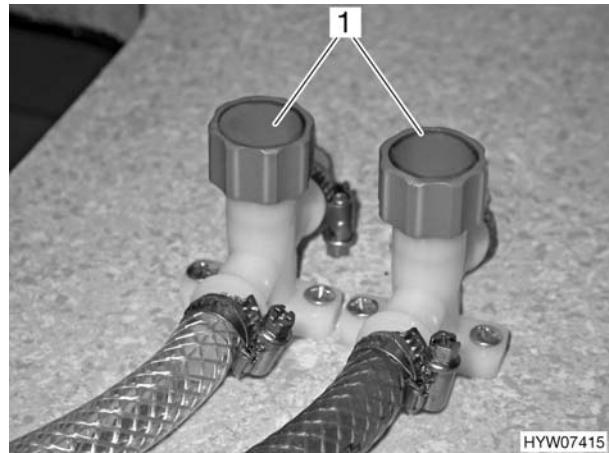

Fig. 179 Rubinetti di scarico sui modelli senza doppio fondo
- Chiudere i rubinetti di scarico: ruotare completamente i cappellotti dei rubinetti (Fig. 179,1 oppure Fig. 180,1) in senso orario. L'ubicazione dei rubinetti di scarico è riportata nella tabella delle "Posizione dei rubinetti di scarico" alla fine del presente capitolo.
- Girare in senso antiorario i cappelletti delle valvole (Fig. 179,1 o Fig. 180,1).